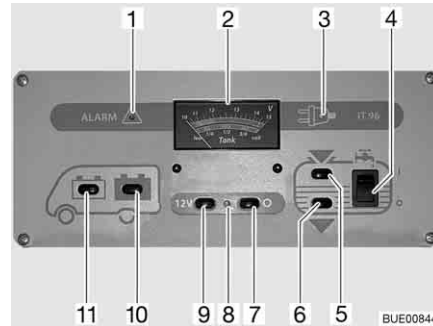

Fig. 105 Pannello di controllo IT 96-2
L'interruttore principale a 12 V (Fig. 105,7 e 9) inserisce o disinserisce il pannello di controllo e l'alimentazione a 12 V dell'abitacolo.
Accensione: ■ Premere l'interruttore (Fig. 105,9) "12 V": L'alimentazione a 12 V dell'abitacolo è inserita. La spia di controllo (Fig. 105,8) diventa verde.
Spegnimento: ■ Premere l'interruttore (Fig. 105,7) "O": L'alimentazione a 12 V dell'abitacolo è disinserita. La spia di controllo (Fig. 105,8) si spegne.
Per l'indicatore volt/serbatoio (Fig. 105,2) leggere la scala superiore. L'indicatore si illumina automaticamente appena viene premuto un interruttore.
- Premere l'interruttore (Fig. 105,11) "☰": Viene indicata la tensione della batteria di avviamento.
- Premere l'interruttore (Fig. 105,10) "☷": Viene indicata la tensione della batteria dell'abitacolo.
Per l'indicatore volt/serbatoio (Fig. 105,2) leggere la scala inferiore. L'indicatore si illumina automaticamente appena viene premuto un interruttore.
- Premere l'interruttore (Fig. 105,5) : Viene indicato il livello del serbatoio dell'acqua.
- Premere l'interruttore (Fig. 105,6) : Viene indicato il livello del serbatoio delle acque grigie.
- Premere in alto l'interruttore a bilico (Fig. 105,4) "I": L'alimentazione idrica è accesa.
- Premere l'interruttore a bilico in basso (Fig. 105,4) "O": L'alimentazione idrica è spenta.
La spia luminosa rossa "ALARM" (Fig. 105,1) inizia a lampeggiare non appena la tensione della batteria dell'abitacolo scende al di sotto di 11 V (misurazione durante il normale esercizio) con conseguente rischio che la batteria si scarichi troppo.
La spia di controllo a 12 V (Fig. 105,8) si accende non appena l'interruttore principale a 12 V (Fig. 105,9) viene inserito.
La spia gialla di controllo a 230 V (Fig. 105,3) si accende quando all'ingresso della centralina elettrica è presente una tensione di rete.